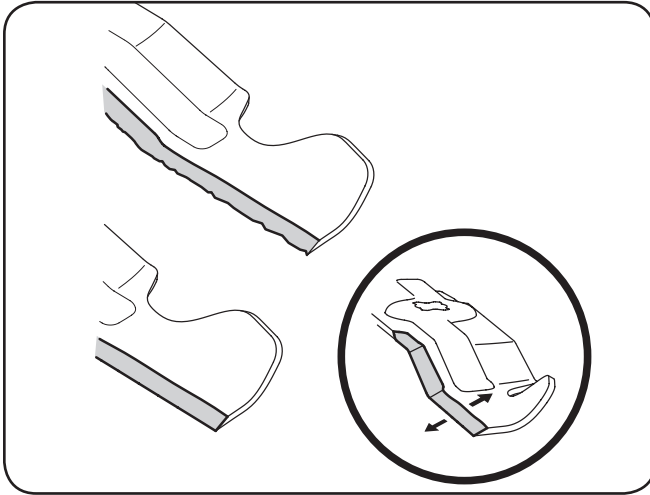

Figura 7-8
- Para afilar las cuchillas de corte de forma adecuada, extraiga cantidades iguales de metal de ambos extremos de las cuchillas a lo largo de los bordes cortantes, paralelo al borde de caída y a un ángulo de 25° a 30°. Afíle siempre cada borde de las cuchillas de corte de forma pareja para mantener un equilibrio adecuado entre las mismas. Vea la Figura 7-8.